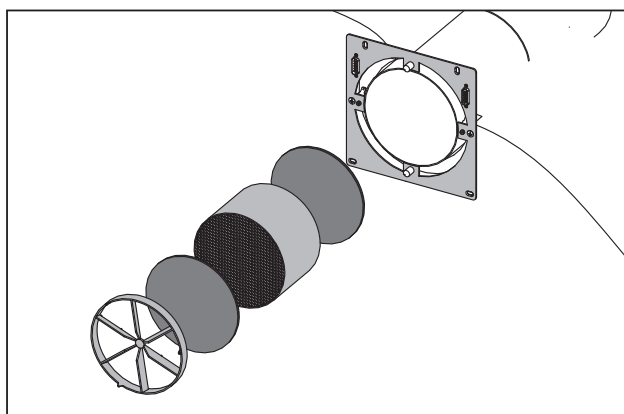

Abb. 24. Entfernung der Anlagenteile
- Entfernen Sie den Strömungsgleichrichter. Ziehen Sie den Wärmetauscher und die Filter anhand der Zugschnur heraus. Lassen Sie den Wärmetauscher nicht fallen. Abb. 24